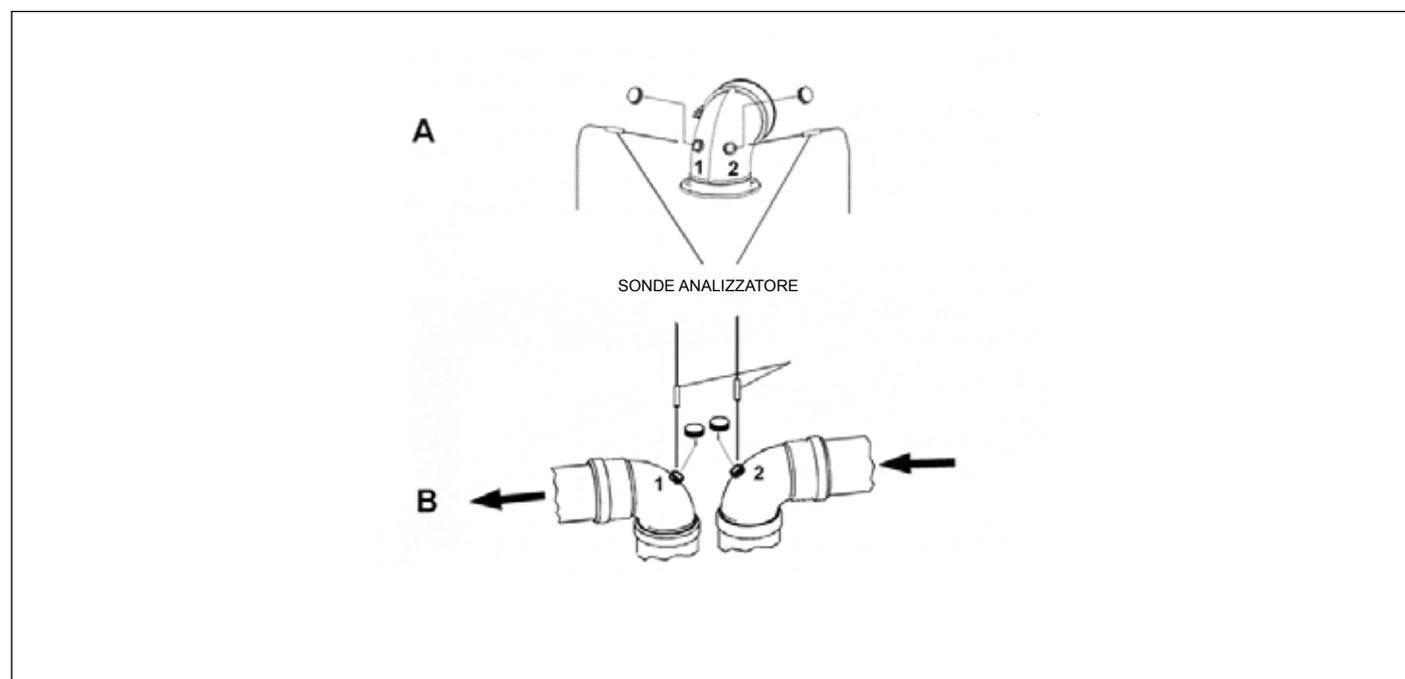

Fig. 19 Esempi di punti di rilevazione fumi
- misura della temperatura dell'aria comburente prelevata nell'apposito foro 1 (Vedi rif. (A) Fig. 19 Esempi di punti di rilevazione fumi , per le caldaie a camera stagna dotate di tubazione con fori predisposti).
- misura della temperatura dei fumi e della quantità di CO₂ prelevata nell'apposito foro 2 (Vedi rif. (A) Fig. 19 Esempi di punti di rilevazione fumi , per le caldaie a camera stagna dotate di tubazione con fori predisposti).
- misura della temperatura dell'aria comburente prelevata nell'apposito foro 2 (Vedi rif. (B) Fig. 19 Esempi di punti di rilevazione fumi , per le camera stagna dotate di tubazione con fori predisposti).
- misura della temperatura dei fumi e della quantità di CO₂ prelevata nell'apposito foro 1 (Vedi rif. (B) Fig. 19 Esempi di punti di rilevazione fumi , per le caldaie a camera stagna dotate di tubazione con fori predisposti).